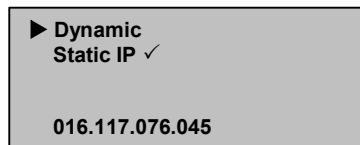

Figura 25: Establecimiento de la dirección IP dinámica
7. Desplácese hasta la opción Static IP (IP estática). (Consulte la Figura 25.)